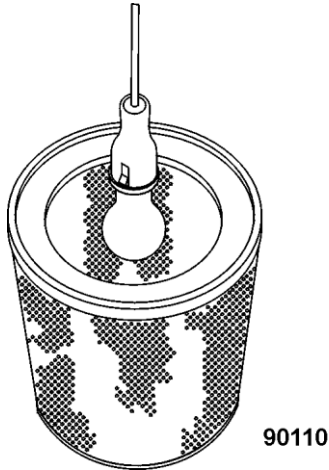

FIGURA 5-3. INSPECCIONAR EL FILTRO
4. Después de la limpieza, inspeccione el elemento de fondo para las juntas dañadas y rupturas menor. Un buen método para detectar rupturas de papel es colocar una luz dentro del elemento de filtro, como se muestra en la figura 5-3, e inspeccionar la superficie exterior del elemento filtrante. Si se encuentran agujeros o roturas, no vuelva a usar el elemento. Deseche y reemplace con un nuevo elemento.
4. Una vez finalizada la limpieza, inspeccione el filtro como se muestra en la figura 5-3. Si se observan los orificios o rupturas, deseche el elemento y reemplace con un nuevo elemento.